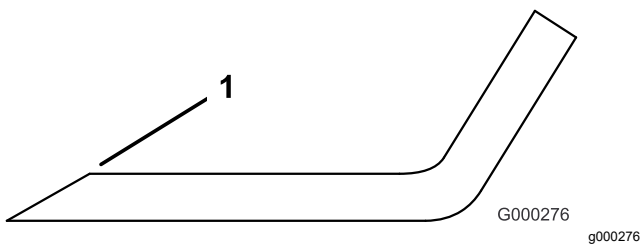

图 90
3. 检查所有刀片的刀刃如果已经变钝或出现裂口应打磨刀刃图 90。
注意 仅打磨刀刃的边缘并保持最初的切割角度以保证锋利度图 90。如果您从两片刀刃上磨掉相同量的材料刀片会保持平衡。